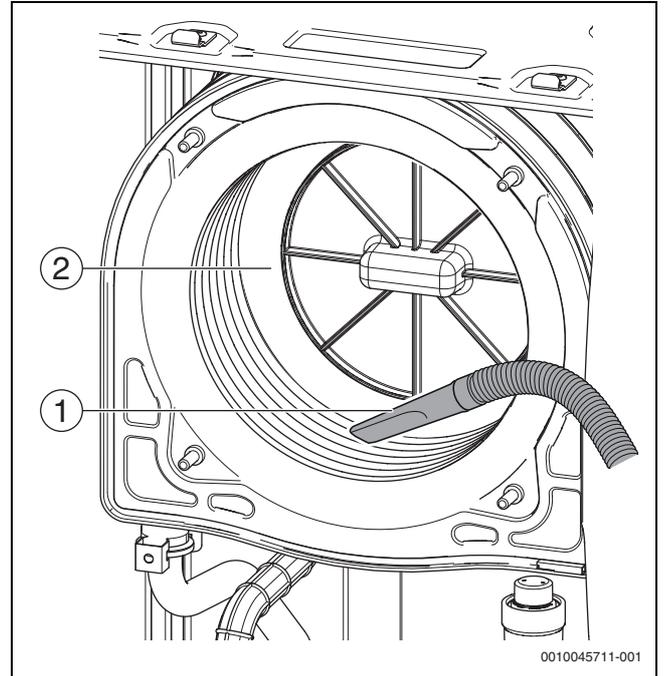

Fig. 50 Procédure d'aspiration
- ▶ Enlever les résidus restants avec un aspirateur (→Figure 50, page 37).